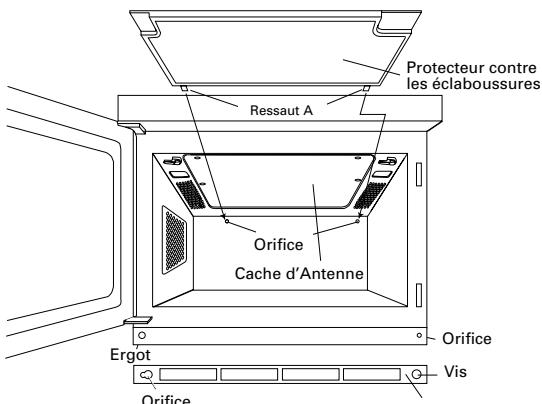

Fig. 2 Filtre d'Entrée d'Air
Retirez le protecteur contre les éclaboussures comme indiqué Fig. 2 et séparez le cadre du couvercle.
N'oubliez pas de débrancher le cordon d'alimentation. Tournez les 2 languettes maintenant en place le couvercle du plafond du four au plafond de la cavité du four comme illustré Fig. 2, puis tirez doucement le couvercle vers le bas pour le détacher du plafond de la cavité du four. Ensuite, séparez le couvercle du cadre. Il est maintenu en place par 4 loquets.
N'oubliez pas de débrancher le cordon d'alimentation. Replacez le couvercle à l'intérieur du cadre. Insérez le ressaut A (2) dans les 2 orifices situés sur la paroi arrière de la cavité, puis insérez le ressaut B (2) dans les 2 orifices du plafond de la cavité du four comme illustré fig. 2. Puis reglez les languettes en place.